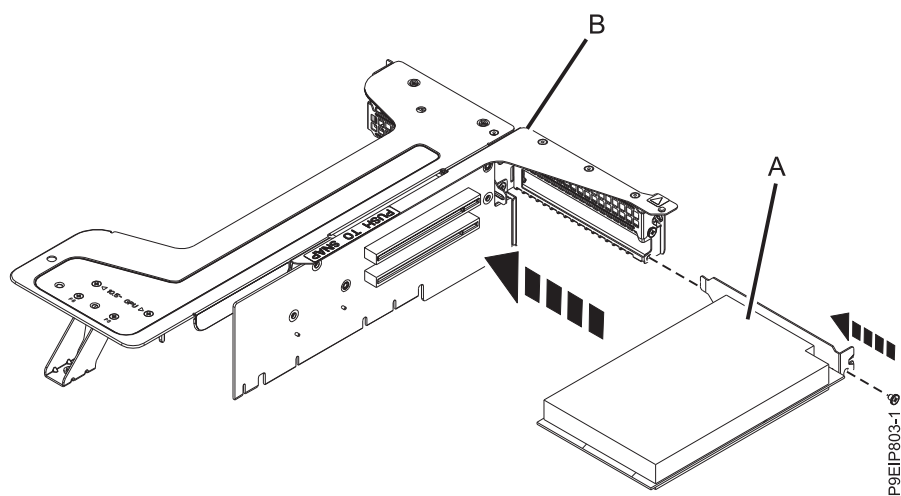

Figure 54. Insertion d'une carte dans la position 1 du connecteur de bus PCIe
- b. Retirez la carte PCIe (A) de la position 1 du connecteur de bus de la carte PCIe (B), comme illustré dans la figure 54.